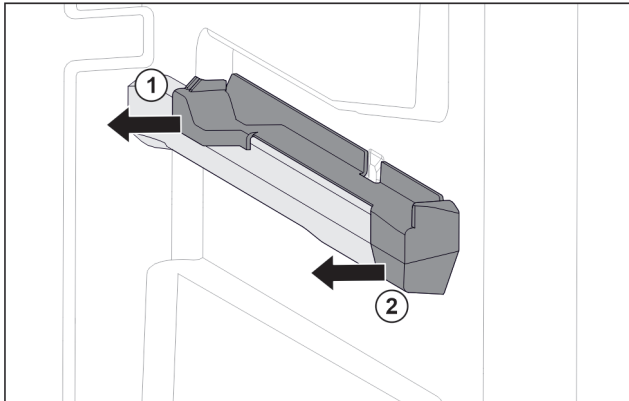

Fig. 103 Insteekdeel op rechter containerrib
- ▶ Insteekdeel achter naar de zijkant toe eraf trekken. Fig. 103 (1)
- ▶ Insteekdeel voor naar de zijkant toe eraf trekken. Fig. 103 (2)